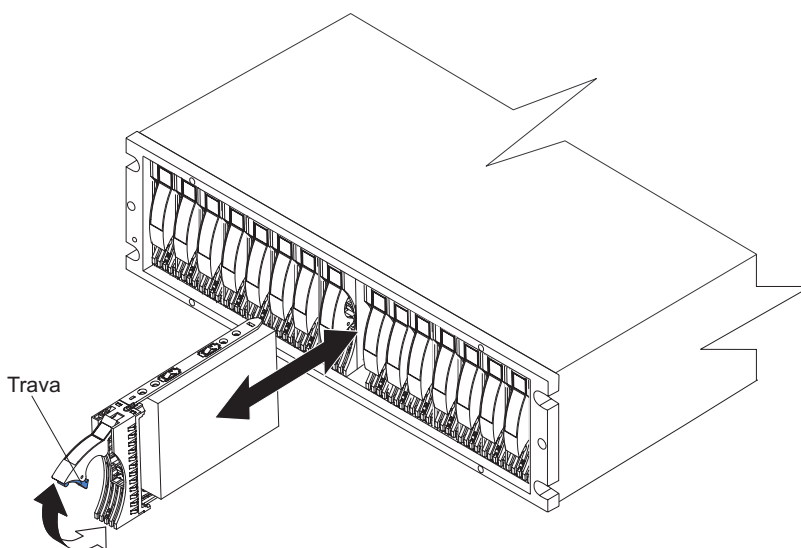

Figura 18. Removendo uma CRU E-DDM
4. Puxe o E-DDM para fora do compartimento, conforme mostrado na Figura 18.